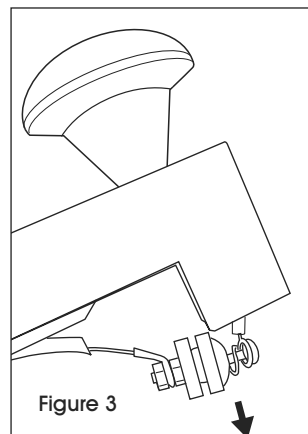

Figure 3
2. Repérez l'ensemble isolant et retirez-le de la fente du bras en tirant vers le bas. (Voir Figure 3)